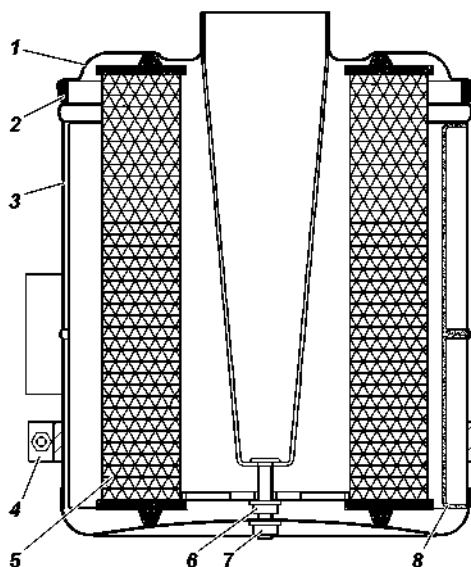

Рис. 9.10. Воздушный фильтр:
- отверните болт 4 (рис. 9.10), снимите хомут и воздушный фильтр;